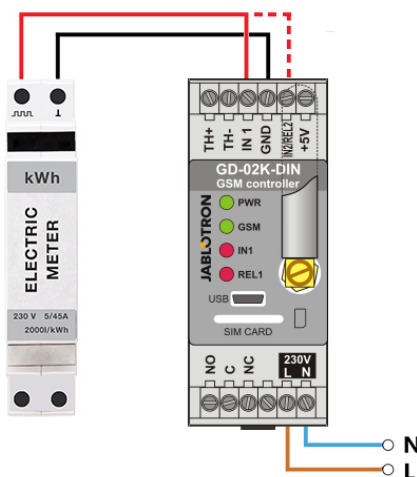

Figura 6: Modo medición de consume eléctrico
- Este modo requiere la conexión entre la salida de impulsos del contador eléctrico y los terminales IN1 o IN2 y el terminal GDN en el GD-02K-DIN (ver Figura 6). Si el contador eléctrico es del tipo de dos tarifas o si hay dos contadores eléctricos independientes, utilice ambas entradas simultáneamente. El contador eléctrico puede ser monofásico o trifásico.